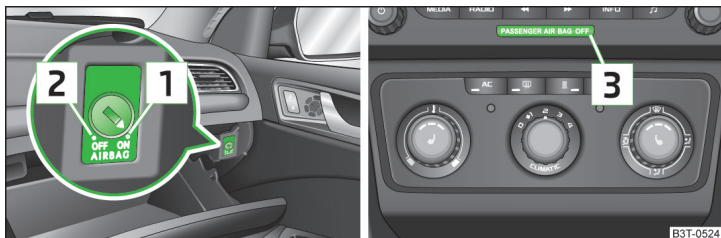

Fig. 13 Comutator cu cheie pentru airbagul frontal al pasagerului față / lampă de control pentru dezactivarea/activarea airbagului frontal al pasagerului față
- Lampa de control **OFF**  **3** » fig. 13 la pagina 20 se aprinde la cuplarea contactului.
- > Rotiți cu atenție cu cheia fanta comutatorului în poziția **2** » fig. 13 **OFF**.
- > Rotiți cu atenție cu cheia fanta comutatorului în poziția **1** » fig. 13 **ON**.